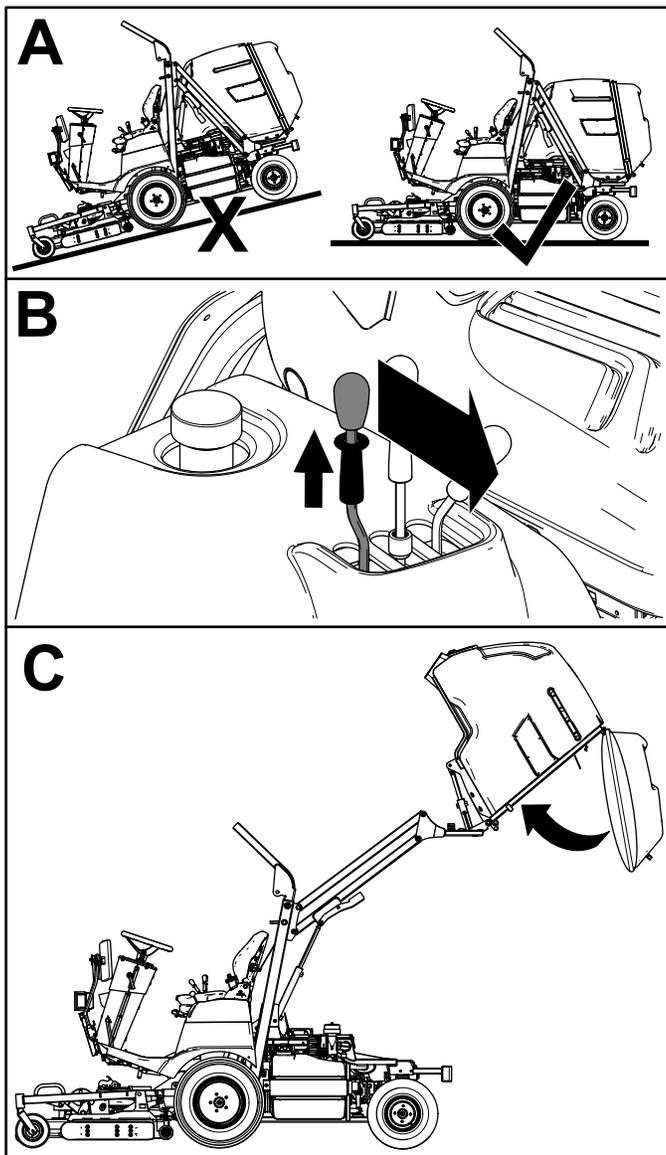

Figura 26
2. Após o despejo, puxe o aro de bloqueio da alavanca de esvaziamento da tremonha para cima e mova a alavanca para a frente para fechar a tremonha (Figura 26).